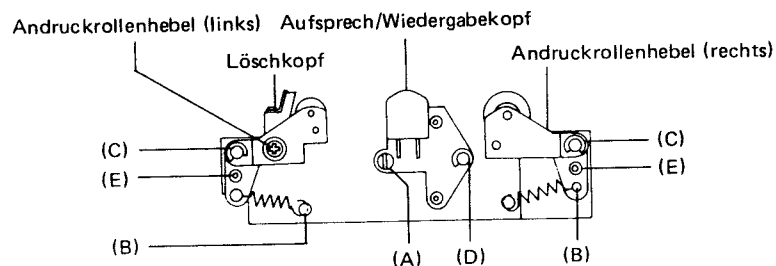
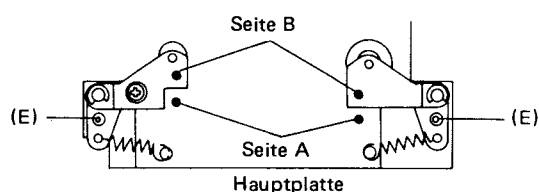
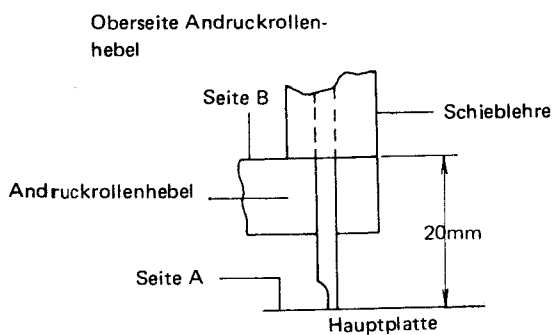
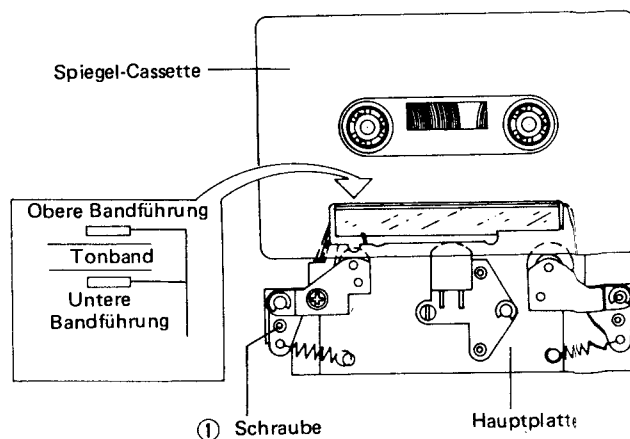

Abb. 8
Abb. 10
Abb. 11
Abb. 12
- Spiegel-Cassette (siehe Abb. 12).
VORSICHT: Niemals die Höhereinstellschraube der linken Andruckrolle verstellen. Die Andruckrollen-Höheneinstellschraube wurde anhand der Bandführung des Löschkopfes eingestellt (siehe Abb. 11).
- (1) Die Einstellschrauben des Tonkopfträgers sind mit Sicherungslack gesichert. Um diese Schrauben zu verstellen, die Schrauben zuerst mit einem LötKolben erwärmen und danach mit einem Schraubenzieher oder Sechskantschlüssel einstellen.
- (2) Wenn der Löschkopf erneuert werden muß, die oberhalb und links neben der Andruckhebeleinheit angebrachten Schrauben lösen, wonach der Löschkopf abgenommen werden kann.
- (3) Wenn der Aufsprech/Wiedergabekopf erneuert wird, den E-Ring und die Feder von Punkt (D) entfernen und die Schraube an Punkt (A) herausdrehen (siehe Abb. 8).
- (4) Wenn der rechte und der linke Andruckrollenhebel entfernt werden müssen, die Feder an Punkt (B) aushängen und den E-Ring an Punkt (C) entfernen (siehe Abb. 8). Beim Wiedereinbau der Schraube an Punkt (E) ist darauf zu achten, daß die Spitze gegen das konvexe Teil gerichtet ist.
- A. Die Andruckrollenhebel-Höheneinstellschrauben (1) oder (7) so einstellen, daß der Abstand zwischen den in Abb. 10 gezeigten Seiten A und B gemäß Abb. 11 genau 20 mm beträgt. Dabei darauf achten, daß die Spitze der Schraube (E) am konvexen Teil angeordnet ist (siehe Abb. 10).
- (1) Das Prüfband MTT-121 in den Cassettenschacht einsetzen.
- (2) Die Hauptplatte so mit den Fingern bewegen, daß die Tonköpfe in das Fenster der Cassetten eingreifen (siehe Abb. 12).
- (3) Nun den Aufsprech/Wiedergabekopf mit Hilfe der Schrauben (6), (8) und (5) in dieser Reihenfolge so einstellen, daß sich der Tonkopf in der Mitte des Cassetten-Fensters befindet und die Ausgangssignale (rechts und links) ein Maximum annehmen.
- (4) Das Prüfband MTT-121 entfernen und das Prüfband MC-10 einsetzen; mit dieser Spiegel-Cassette die Bewegung des Tonbandes prüfen. (Siehe Vergrößerung in Abb. 12.) Falls das Tonband die Bandführung des Löschkopfes berührt, die Schraube (1) einstellen (siehe Abb. 12), so daß das Band die Bandführung nicht mehr berührt. Nach der Einstellung der Schraube (1) sind die Schritte 1 bis 3 zu wiederholen.
- (5) Das Prüfband LCT-308-M einsetzen und den linken und rechten Ausgangspegel durch Verstellen der Schrauben (6), (8) und (5) in dieser Reihenfolge auf ein Maximum einstellen. Die Differenz zwischen den beiden Kanälen darf nicht mehr als 1,5 dB betragen.
- (6) Das Prüfband MTT-114 einsetzen und die Schraube (5) einstellen (siehe Abb. 8), bis der Ausgang beider Kanäle ein Maximum aufweist. Ein Oszilloskop unter Verwendung der Spiegel-Cassette MC-10C an die Bandführungen anschließen. Wenn eine Einstellung erforderlich ist, die Schraube (1) nachjustieren (siehe Abb. 11) und die Schritte 1 bis 6 wiederholen.